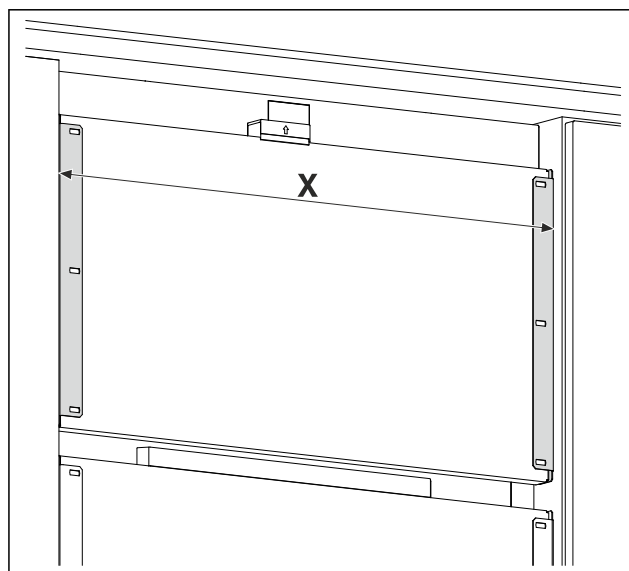

Fig. 36 Reprezentare exemplificatoare
- Măsurați distanța Fig. 36 (X) dintre muchiile exterioare ale colțarului de susținere.